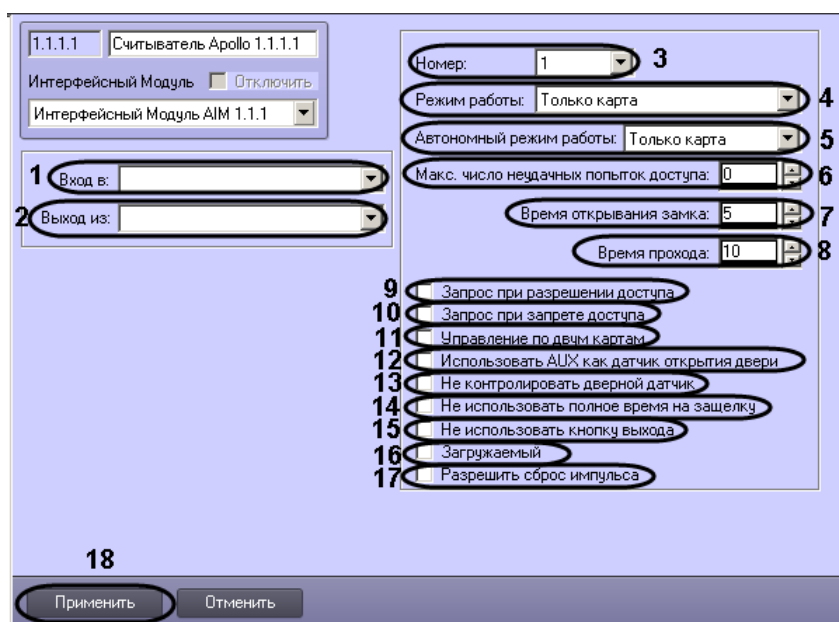

Рис. 3.5–2 Панель настроек объекта Считыватель
2. Из раскрывающегося списка **Вход в:** выбрать объект **Раздел**, соответствующий территории, расположенной со стороны выхода через считыватель (см. Рис. 3.5–2, 1).
3. Из раскрывающегося списка **Выход из:** выбрать объект **Раздел**, соответствующий территории, расположенной со стороны входа через считыватель (см. Рис. 3.5–2, 2).